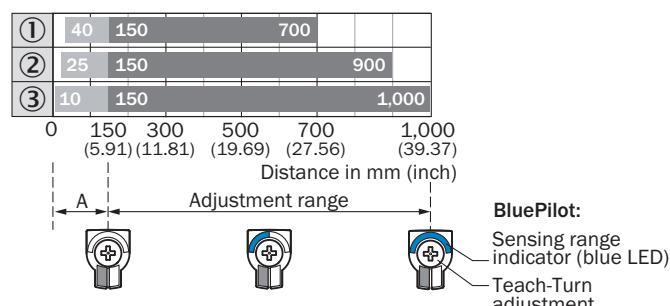

Рисунок 99: Столбиковая диаграмма 1
Проверить условия применения: скорректировать расстояние срабатывания и дистанцию до объекта / фона, а также яркость объекта с помощью соответствующей диаграммы [рисунок 98, рисунок 99] ( $x$  = расстояние срабатывания,  $y$  = минимальные расстояния между установленным расстоянием срабатывания и фоном (белый 90 %)). Коэффициент диффузного отражения: 6 % = чёрный ①, 18 % = серый ②, 90 % = белый ③ (относительно стандартного белого по DIN 5033). Мы рекомендуем выполнять настройку с объектом, имеющим низкий коэффициент диффузного отражения. Минимальную дистанцию (=  $y$ ) для подавления заднего фона можно определить по диаграмме [рисунок 98 ①] следующим образом: